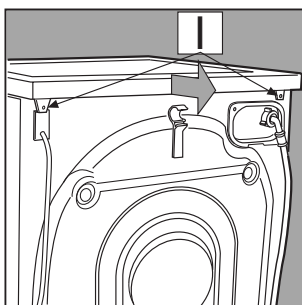

Fig. 3
2. Retira el top de cobertura, desenroscando para ello los dos tornillos **I**, y a continuación tíralo hacia ti [fig. 3].